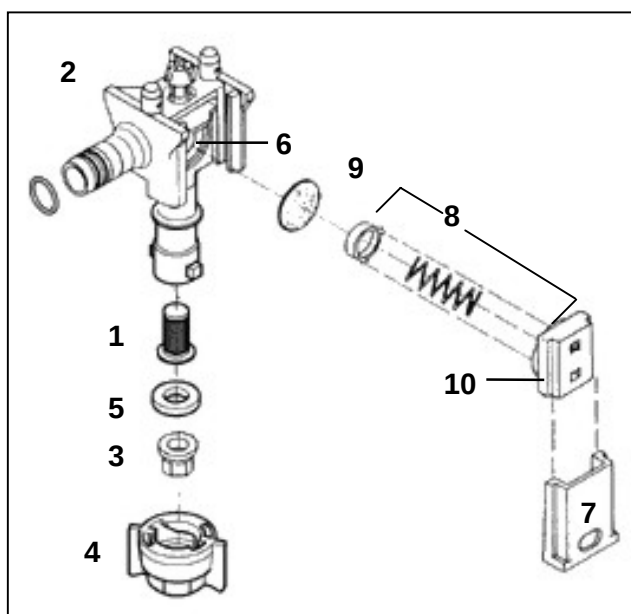

Fig. 9.3
- Montering af dysefilteret (fig. 9.3/1) nedefra ind i dysehovedet (fig. 9.3/2).
- Dysen (fig. 9.3/ 3) sættes ind i bajonetsmøtrikken (fig. 9.6/ 4).
- Montering af gummipakning (fig. 9.3/5) over dysen.
Aflejringer i membransædet (fig. 9.3/6) er årsagen, hvis dysen drypper efter at bommen er koblet fra. Membranerne skal så rengøres på følgende måde:
- Skoddet (fig.9.3/7) trækkes ud af dysehovedet (fig. 9.3/2) i retning mod bajonetsmøtrikken.
- Fjeder-element (fig. 9.3/8) og membran (fig. 9.3/9) tages ud.
- Membransædet (fig. 9.3/6) rengøres.
De skal være opmærksom på at fjeder-elementer bliver monteret korrekt. Kanterne i højre og venstre side på huset til fjeder-elementet (fig. 9.3/10) skal pege op mod bomprofilen når den monteres.